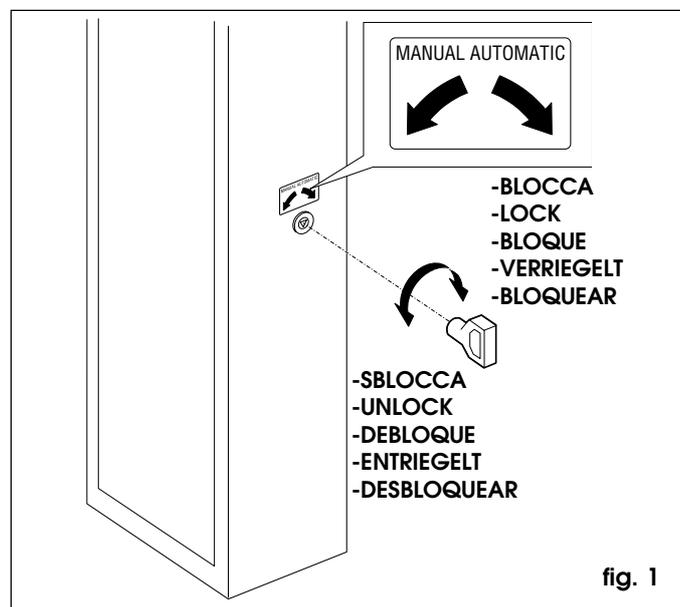

fig. 1
- Introduire la clé triangulaire (Fig.1) dans la serrure et la tourner d'1 tour **dans le sens inverse des aiguilles d'une montre**.